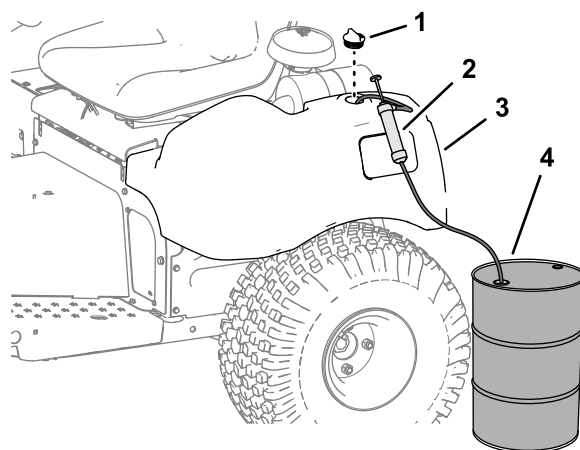

Figura 46
- Retire a tampa do reservatório hidráulico (Figura 46).
- Bombeie o fluido hidráulico do reservatório hidráulico (Figura 46).